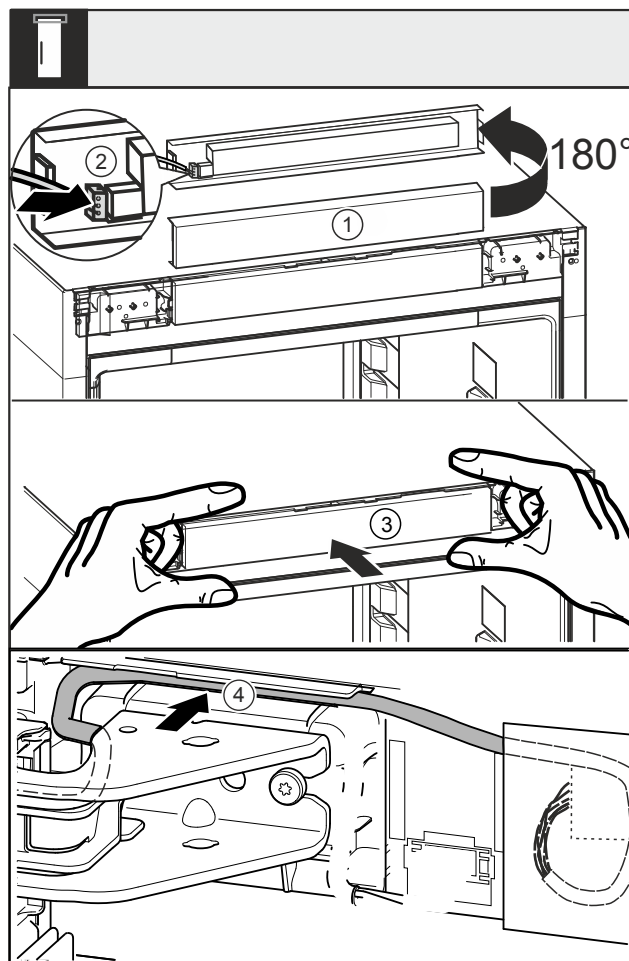

Fig. 47
- Rotiți masca Fig. 47 (1) cu 180° în sus.
- Fixați în poziție fișa Fig. 47 (2) la masca piesei de operare.
- Fixați din nou în poziție masca Fig. 47 (3) la aparat.
- Pozați cu precauție cablul în ghidaj Fig. 47 (4) deasupra suportului superior de lagăr.